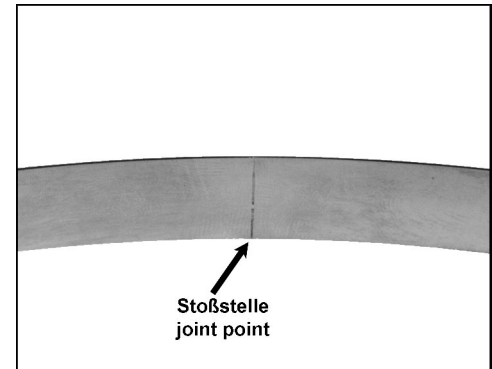

Bild 1
- Nun den Trägerring unter Mithilfe einer zweiten Person, mit der Stoßstelle beginnend, in die Nut einlegen (Bild 1).
*Position the carrier ring in the flange groove, starting at the joint point (fig. 1).*